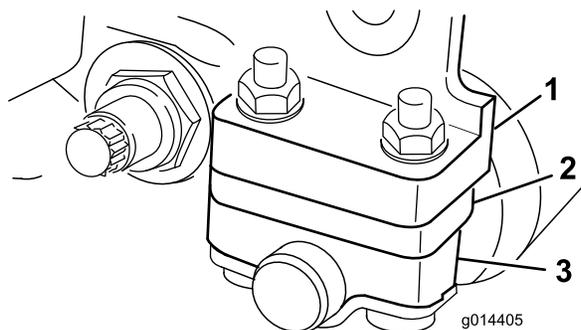

Bild 8
1. Stellen Sie die Halterungen der Heckrolle auf den gewünschten Schnitthöhenbereich ein; legen Sie die benötigte Anzahl von Distanzstücken unter den Montageflansch der Seitenplatte (Bild 8), siehe Auswahltabellen für Schnitthöhe und Untermesser (Seite 12).